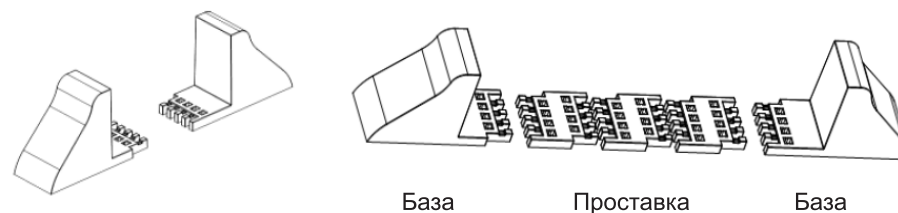

Рис. 3-5. Сборка поддерживающего основания.
1. Извлеките опорные основания и проставки, а затем установите проставки и опорные основания, как показано на Рис. 3-5. Для моделей ИБП тип (L) необходимо 4 базы поддержки, для стандартных моделей ИБП или батарейных шкафов необходимы 4 дополнительные проставки